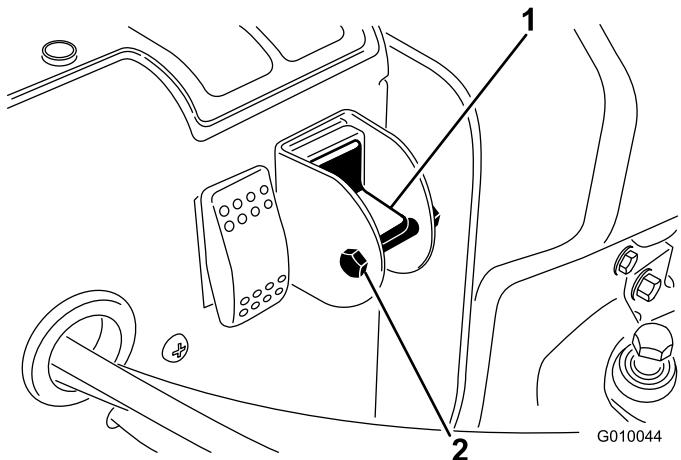

図 29
3. セレクタ・スイッチのロック用ボルトとナットを外す(図 29)。